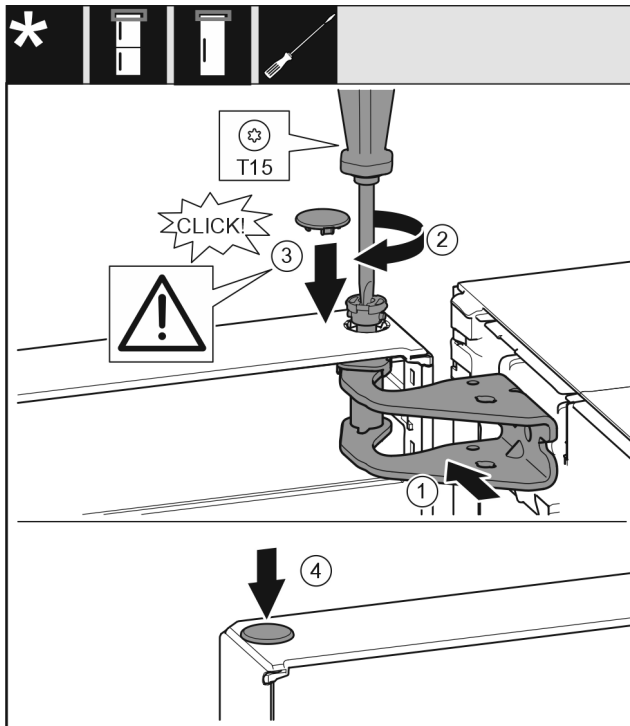

Fig. 20
- ▶ Вирівняйте дверцята зверху по отвору в опорному кронштейні. Fig. 20 (1)
- ▶ Вставте палець та закрутіть за допомогою викруткі T15. Fig. 20 (2)
- ▶ Встановіть захисну кришку для захисту дверцят: вставте захисну кришку і проконтролюйте, щоб вона прилягала до дверцят. Якщо це не так, повністю вставте палець. Fig. 20 (3)
- ▶ Вставте пробку. Fig. 20 (4)